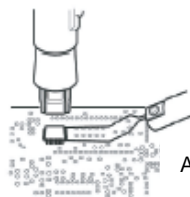

Abb. 4
2. Schieben Sie die Aufnehmer-Abziehvorrichtung (nicht im Kit enthalten) unter den Bauelementanschluss. (Abb. 4)